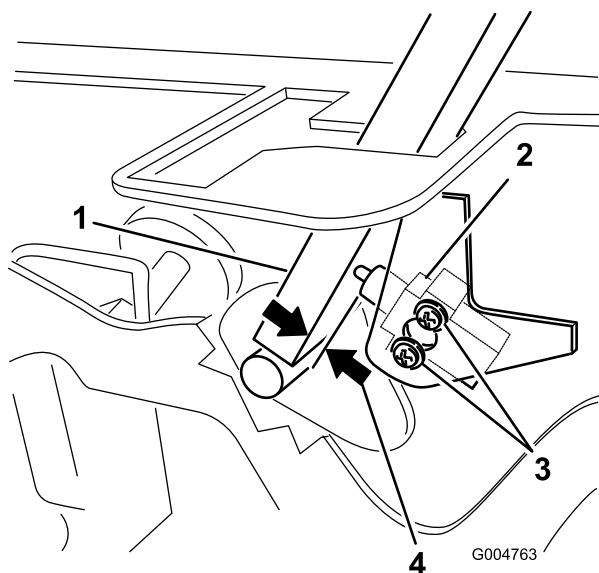

Figura 57
3. Allentate le due viti che fissano il microinterruttore di sicurezza (Figura 57).
4. Tenete la leva di controllo contro il telaio, spostate il microinterruttore verso la leva finché la distanza tra la leva ed il corpo del microinterruttore non è compresa tra 0,4 e 1 mm (Figura 57).